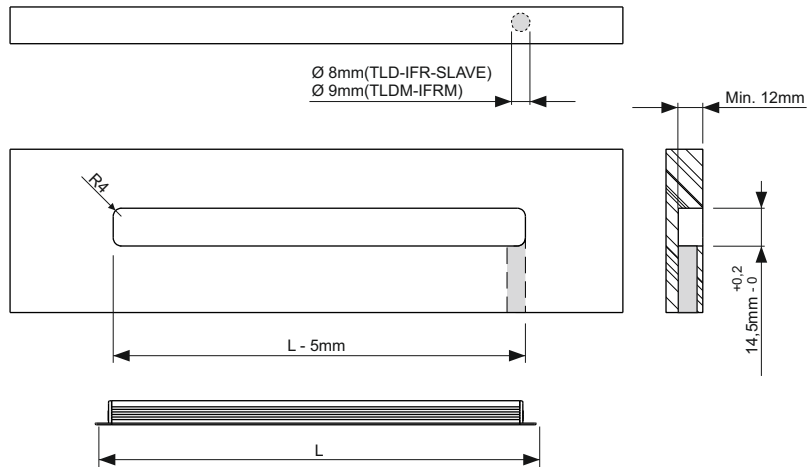
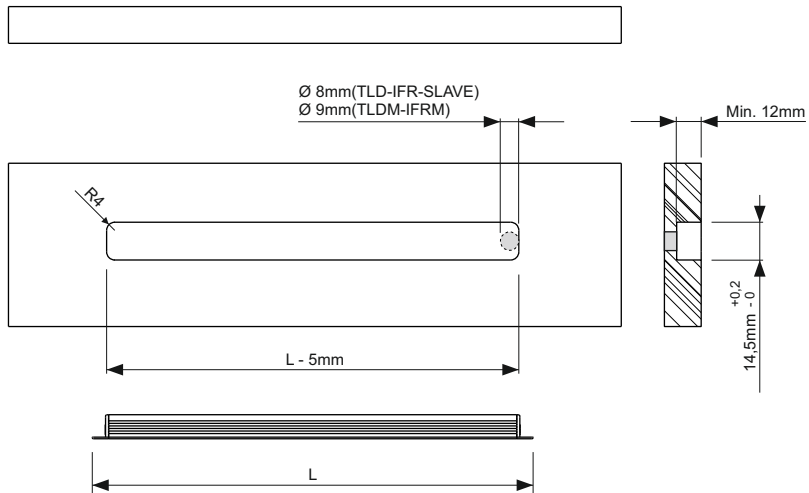

Fig 1
Fig 2
- Le figure 1, 2 e 3 rappresentano degli esempi di installazione del **DIVA-SUNCITY**. Le quote sono indicative perché possono variare in funzione dell'applicazione e del materiale da cui è composto il piano di installazione. I due esempi si differenziano per la posizione del foro di uscita del cavo, tuttavia è possibile eseguire tale foro anche in altre posizioni a seconda dell'esigenza del cliente, in base al tipo di applicazione.
- **DIVA-SUNCITY** può essere installato con il cavo di alimentazione in posizione assiale (fig. 1) o radiale (fig. 2) rispetto al piano di montaggio. Per installazioni con il cavo di alimentazione in posizione assiale praticare un foro di  $\varnothing \geq 8\text{mm}$  per i modelli TLD, IFR, SLAVE e di  $\varnothing \geq 9\text{mm}$  per i modelli TLDM e IFRM come indicato nell'esempio in figura 1.
- The **DIVA-SUNCITY** can be installed using the lighting profile power cable in axial (figure 1) or radial (figure 2) position with respect to the assembly plan. For installations with the power cord in an axial position to drill a hole diameter of  $\varnothing \geq 8\text{mm}$  for TLD, IFR, SLAVE models and diameter  $\varnothing \geq 9\text{mm}$  for TLDM and IFRM models as in the example shown in Figure 1. For installations with the power cord in radial position to drill a hole on the  $\varnothing \geq 8\text{mm}$  mounting plan for the TLD, IFR, SLAVE models and diameter  $\varnothing \geq 9\text{mm}$  for TLDM and IFRM models as shown in the example in Figure 2. In terms of specific requirements, it is possible to drill the power cable outlet hole in other positions, provided they do not affect the integrity of the cable and/or connector installed on it.